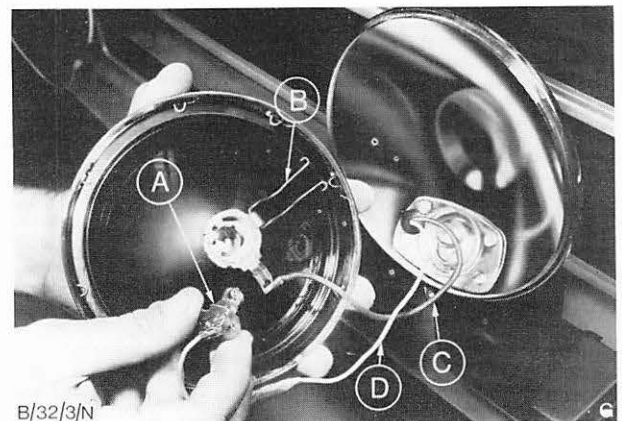

Abb. 38 Glühlampe – Weitstrahler – herausnehmen
3. Federklammer B in Abb. 38 aufklappen und Lampe A aus dem Reflektor herausnehmen.
4. Kabelstrang D in Abb. 38 trennen.